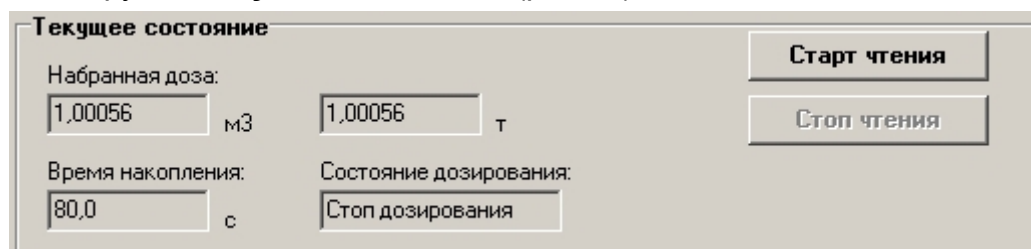

Рис.22. Вид группы параметров «Текущее состояние».
3.2.5. Результаты дозирования и состояние процесса отображается в группе **Текущее состояние** (рис.22).
Запуск процесса набора заданной дозы приводит к обнулению ранее накопленных значений параметров **Набранная доза** и **Время накопления** (рис.22). После чего начинается изменение значений этих параметров.